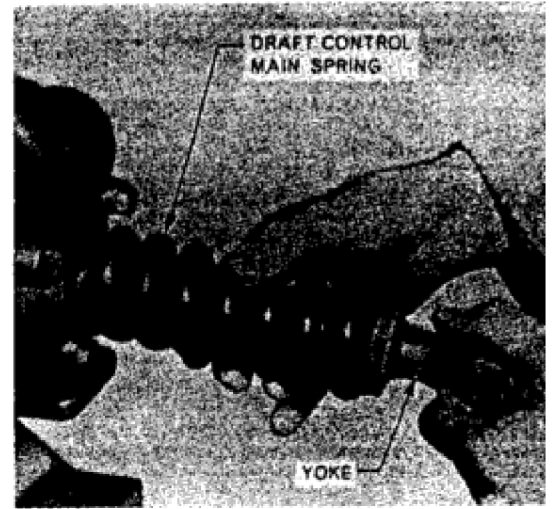

Fig. 378-Adjusting main draft control spring on model 2000 hydraulic system.
344. BELANGRIJKSTE ONTWERPCONTROLEVEER. Op de modellen 3000 en 4000 is de belangrijkste ontwerp controle veer assemblage (fig. 377) ontworpen voor ontwerpcontrole van gemonteerde werktuigen met de bovenste schakel onder spanning of compressie. Opmerking; Als conceptbeheer vanaf de bovenste koppeling spanning is niet gewenst op model 3000 of 4000, verwijzen naar Fig. 379 en installeren washer (W). On model 2000, ontwerpcontrole wordt verkregen met bovenste schakel onder alleen compressie; refer to Fig. 378,